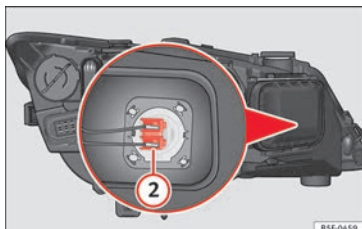

Fig. 109 Lâmpada da luz de máximos.
- Pressione a parte lateral do conector » Fig. 109 ② para a esquerda ou para a direita e puxe.